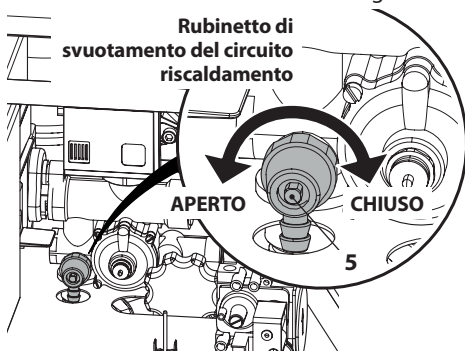

Figura 9.10
- Allentare il rubinetto di svuotamento del circuito riscaldamento 5 indicato in Figura 9.10.